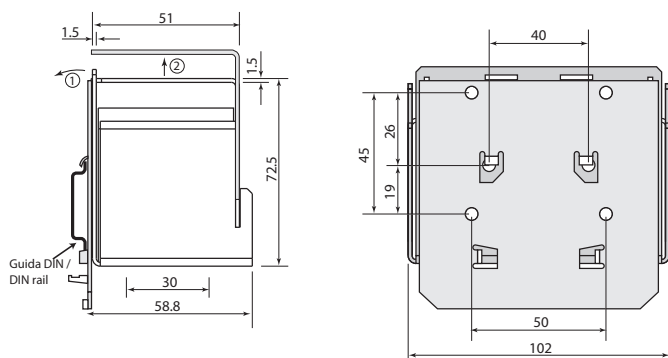

Fig. 3
- è disponibile come optional la scatola di contenimento batteria EVBATBOX10 (Fig. 3);
- an optional battery module box frame is available, CAREL code EVBATBOX10 (see Fig. 3).